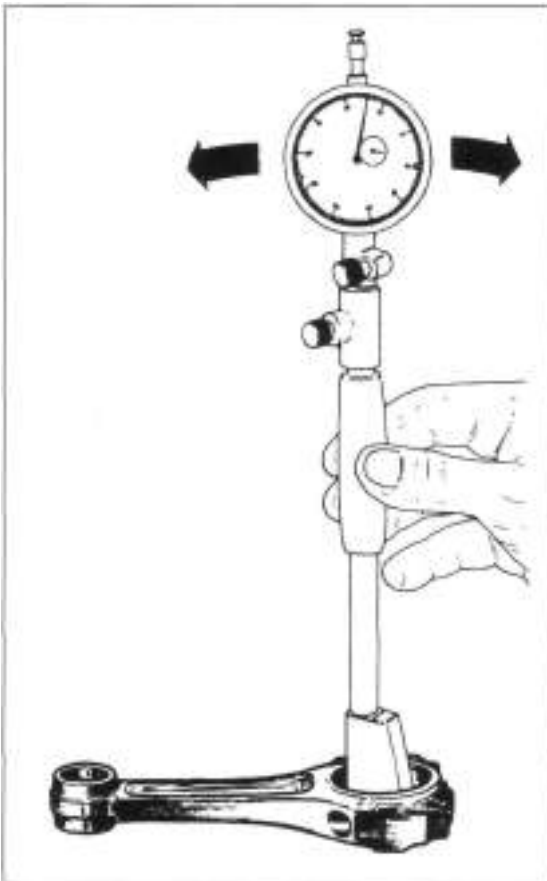

Bild 191
- Pleuellagerdurchmesser mit eingelegten Lagerschalen und richtig angezogenen Schrauben (siehe folgender Kapitel-Abschnitt) messen (Bild 191). Durchmesser des Kurbelwellen-Hubzapfens messen (Bild 192). Spiel muss in Toleranz (0,024 - 0,056 mm) liegen.